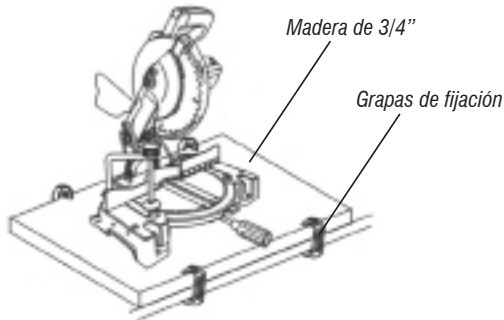

Fig. 20 – Fijación de la máquina
- Para uso portátil fije la máquina en una madera de 3/4" y fíjela a través de grampas en una mesa de trabajo, Fig. 20.